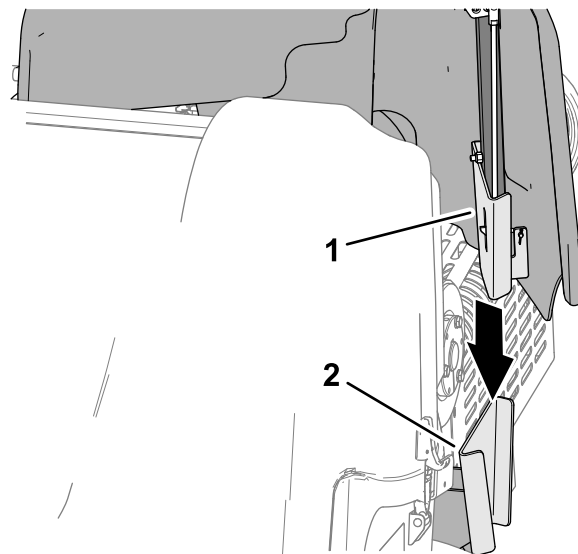

**Figura 143**
3. Ridicai capacul curelei de pe maină (Figura 143).